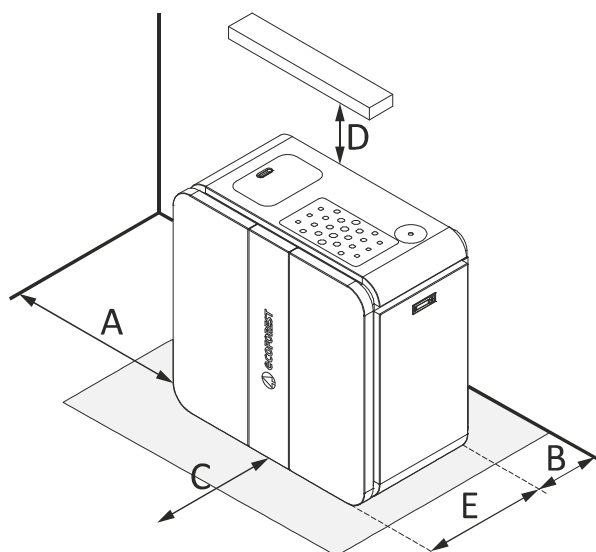

Figura 2
- 4.19.** Compruebe los espacios entre la caldera, el combustible y cualquier tipo de material inflamable, compruebe *figura 2*.